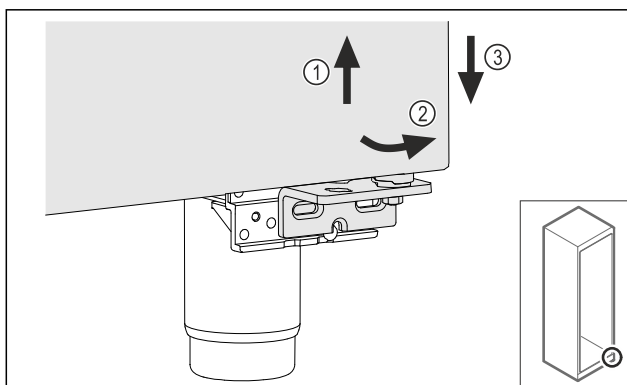

Fig. 14
- ▶ Немного приподнимите дверь Fig. 14 (1), наклоните снизу вперед Fig. 14 (2) и опустите Fig. 14 (3).